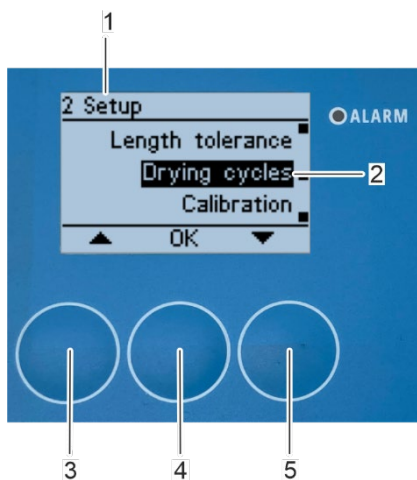

Abbildung 135: Öffnen Untermenü „Trocknungszyklen“
⇒ Das Untermenü „2 Setup“ erscheint wieder auf dem Bildschirm (Abbildung 135/1).
1. Wählen Sie das Untermenü „Trocknungszyklen“ (Abbildung 135/2) mit den Pfeiltasten [nach oben] (Abbildung 135/3) und [nach unten] (Abbildung 135/5) im Untermenü „2 Einstellungen“.
2. Bestätigen Sie die Auswahl mit [OK] (Abbildung 135/4).